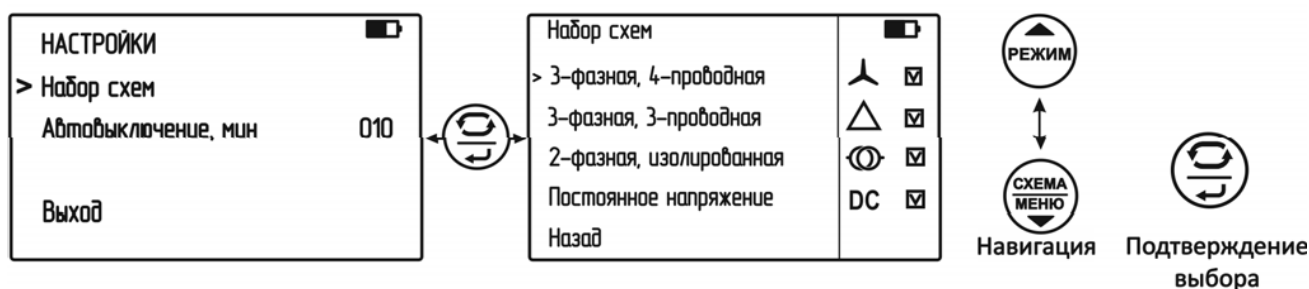

Рисунок 2.1 - Настройка доступных схем измерения
- настроить набор доступных схемы измерений, см. рис. 2.1;